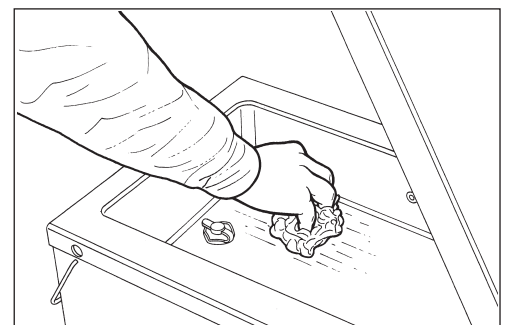

Fig. 5
- 6) Using a cloth soaked in a detergent and/or disinfectant solution, clean the bottom and sides of the vacuum chamber (Fig. 5); after cleaning, refit the parts by repeating the above operations in reverse order.
- 6) Avec un chiffon doux imbibé d'une solution détergente et/ou désinfectante, nettoyer le fond et les surfaces latérales de la chambre à vide (**Fig. 5**) ; une fois le nettoyage terminé, pour le remontage suivre l'ordre inverse.